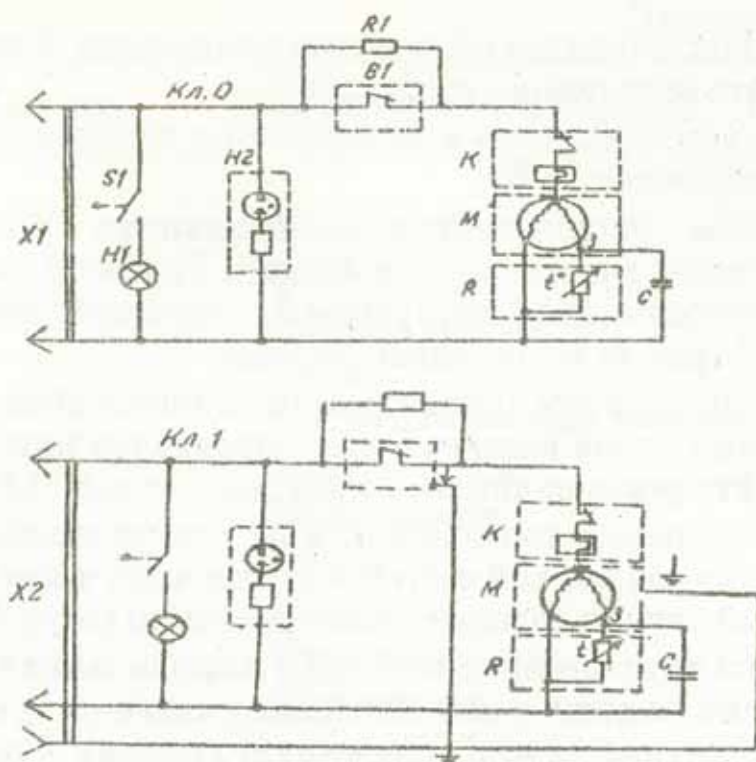

Рис.2. Принципиальная электрическая схема холодильника:
4.1. Холодильник выполнен по степени защиты от поражения электрическим током класса 1 или 0 (по требованию заказчика). Принципиальная электрическая схема приведена на рис.2.